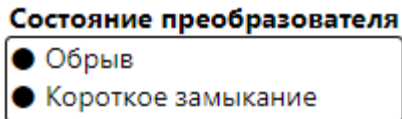

Рисунок 9 — Область «Состояние преобразователя»
3.3.5 При работе с термопреобразователями сопротивления по двухпроводной, двухпроводной с компенсацией и трехпроводной схемам, в область «Состояние преобразователя» выводятся индикаторы обрыва и короткого замыкания линии связи с первичным преобразователем (см. рисунок 9).